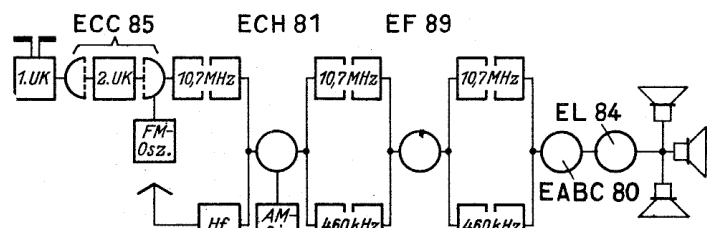

Bild 4. Blockschaltung Blaupunkt - Nizza
**Bild 4** zeigt den Schaltungsaufbau des 6/9-Kreissupers **N i z z a**. Im Zf-Teil wird hier an Stelle der viel verwendeten Pentode EF 89 die gleichwertige EF 93 von Lorenz benutzt. Der UKW-Teil arbeitet mit Zwischenbasisschaltung. Die Neutralisation erfolgt vom Anodenkreis aus über den 3,8-pF-Kondensator. Der zweite UKW-Kreis und der Oszillatorkreis werden durch ein Variometer abgestimmt. Die Anordnung ist, ähnlich wie beim Gerät AEG 3074, mit der KW-Lupe kombiniert. Die selbstschwingende Mischtriode wird durch den Spannungsabfall an 105 pF für die Zwischenfrequenz entdämpft.